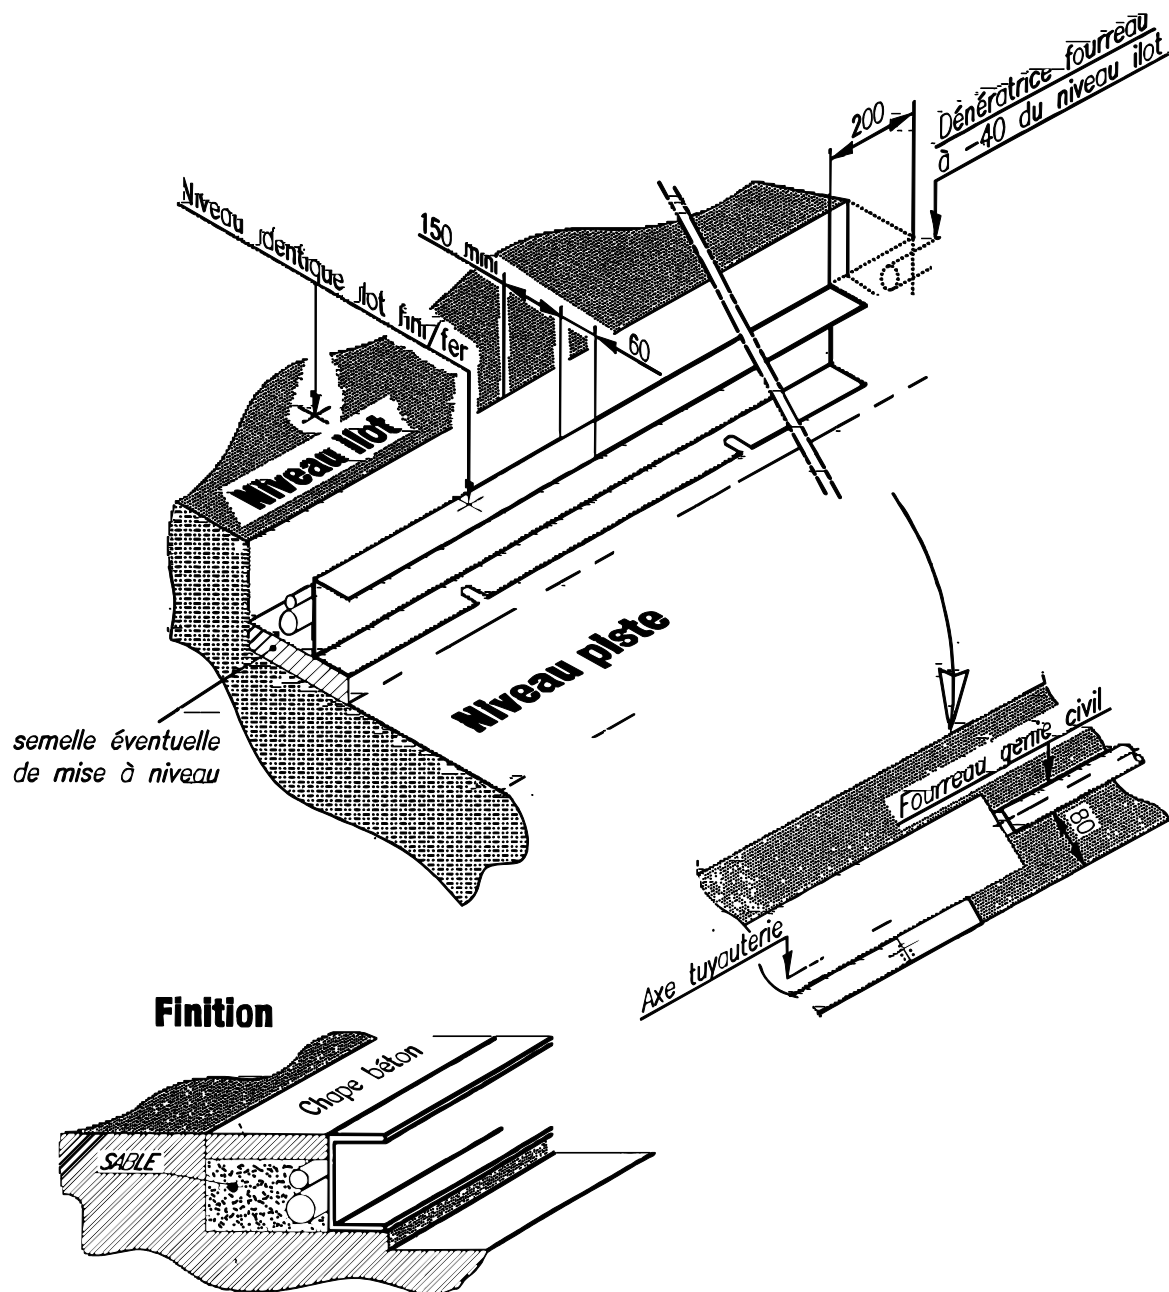

Figure 9 : génie civil pour bandeau MADEX II – B 500
- Génie civil pour bandeau MADEX II – B500 (Cf. Figure 9, page 22).